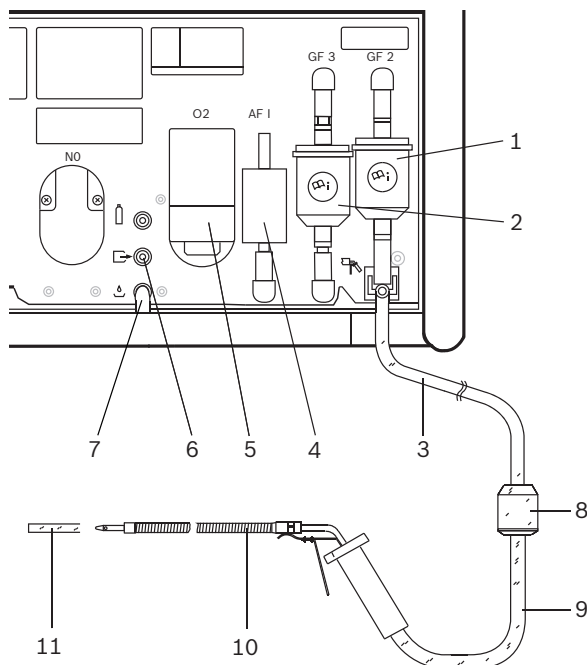

Fig. 3: BEA 060
- Remplacement du filtre grossier GF1 (fig. 3, pos. 8) dans le flexible de prélèvement.
- Remplacement du filtre grossier GF2 (fig. 3, pos. 1), voir chap. 5.4.4.
- Vérifier si les deux flexibles en PVC sont raccordés aux sorties de gaz (fig. 3, pos. 6 et 7).
- Contrôle visuel de la sonde de prélèvement (fig. 3, pos. 10).
- Remplacement du filtre à charbon actif (fig. 3, pos. 4) sur le parcours de gaz zéro.